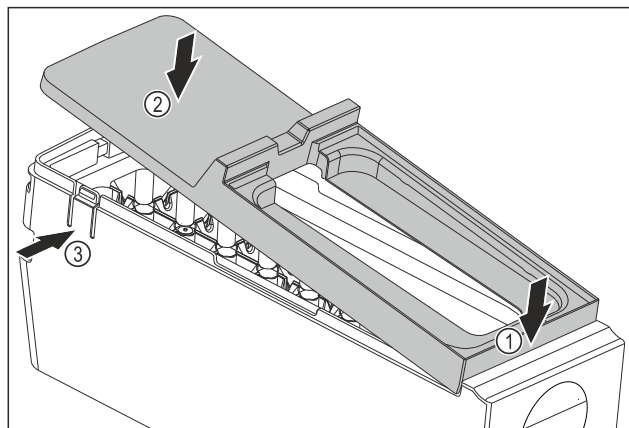

Fig. 108
- Montirajte pokrov glavnega dela EasyTwist-Ice: Pokrov spredaj namestite. Fig. 108 (1)
- Pokrov zadaj spustite. Fig. 108 (2)
- Pokrov se slišno zaskoči v obe sponi Fig. 108 (3).